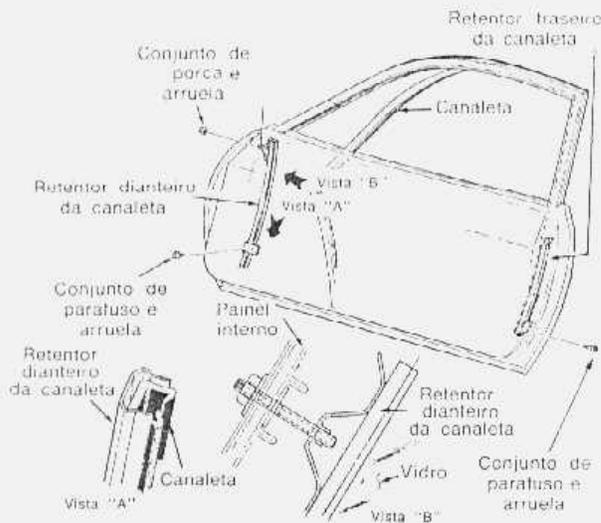

fig. 5 — canaletas dos vidros - típicos
2. Retirar as canaletas dos vidros, dos respectivos alojamentos (fig. 5).